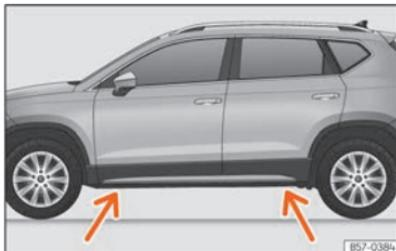

Abb. 228 Aufnahmepunkte für den Wagenheber.
- Suchen Sie am Längsträger die Markierung des Wagenheberaufnahmepunktes (Eindrückung), die dem zu wechselnden Rad am nächsten liegt >>> **[Abb. 228]**.